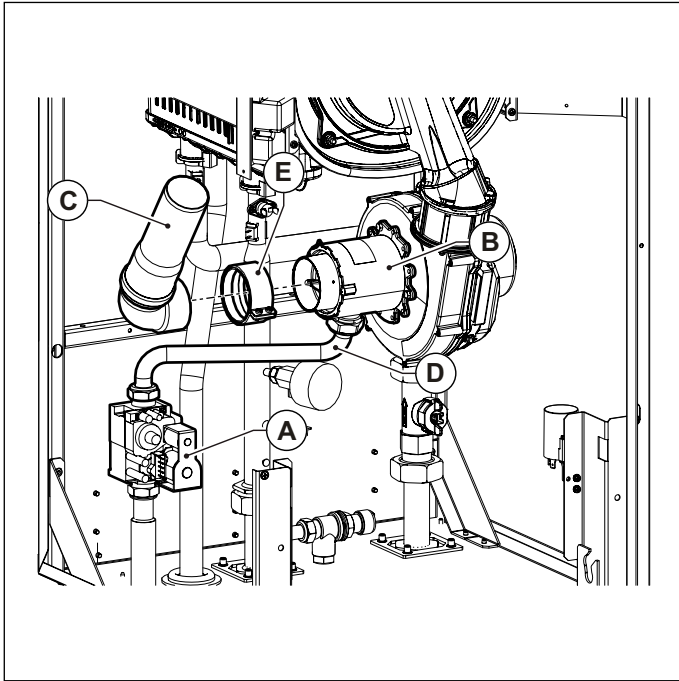

Рис. 32 Забірна труба
- Зніміть впускну трубу **С**, витягнувши її зі змішувача. На моделі KR 60 перед витягуванням труби назовні зніміть муфту **Е**, що кріпить її до змішувача **В** (див. Рис. 32 Забірна труба).
- Від'єднайте газову трубу **В** від змішувача **В** (див. Рис. 32 Забірна труба).
- Підключіть **Д** газову трубу до змішувача (див. Рис. 32 Забірна труба).
- Знов підключіть впускну трубу **С** до змішувача. На моделі KR 60 трубу потрібно закріплювати муфтою **Е** (див. Рис. 32 Забірна труба).